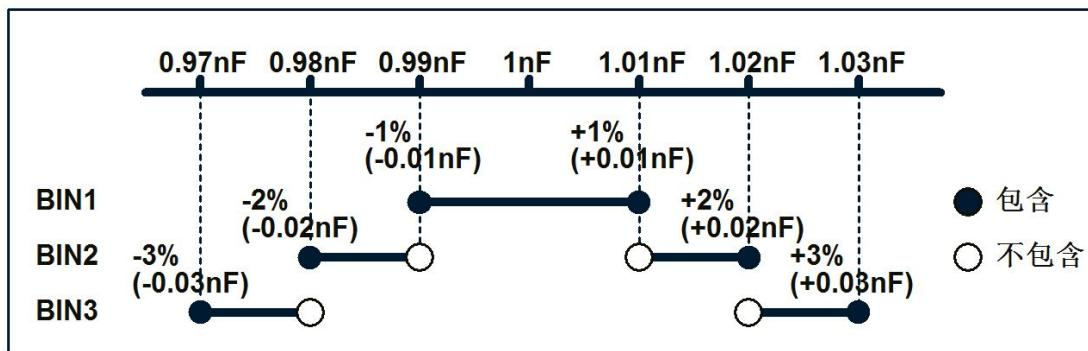
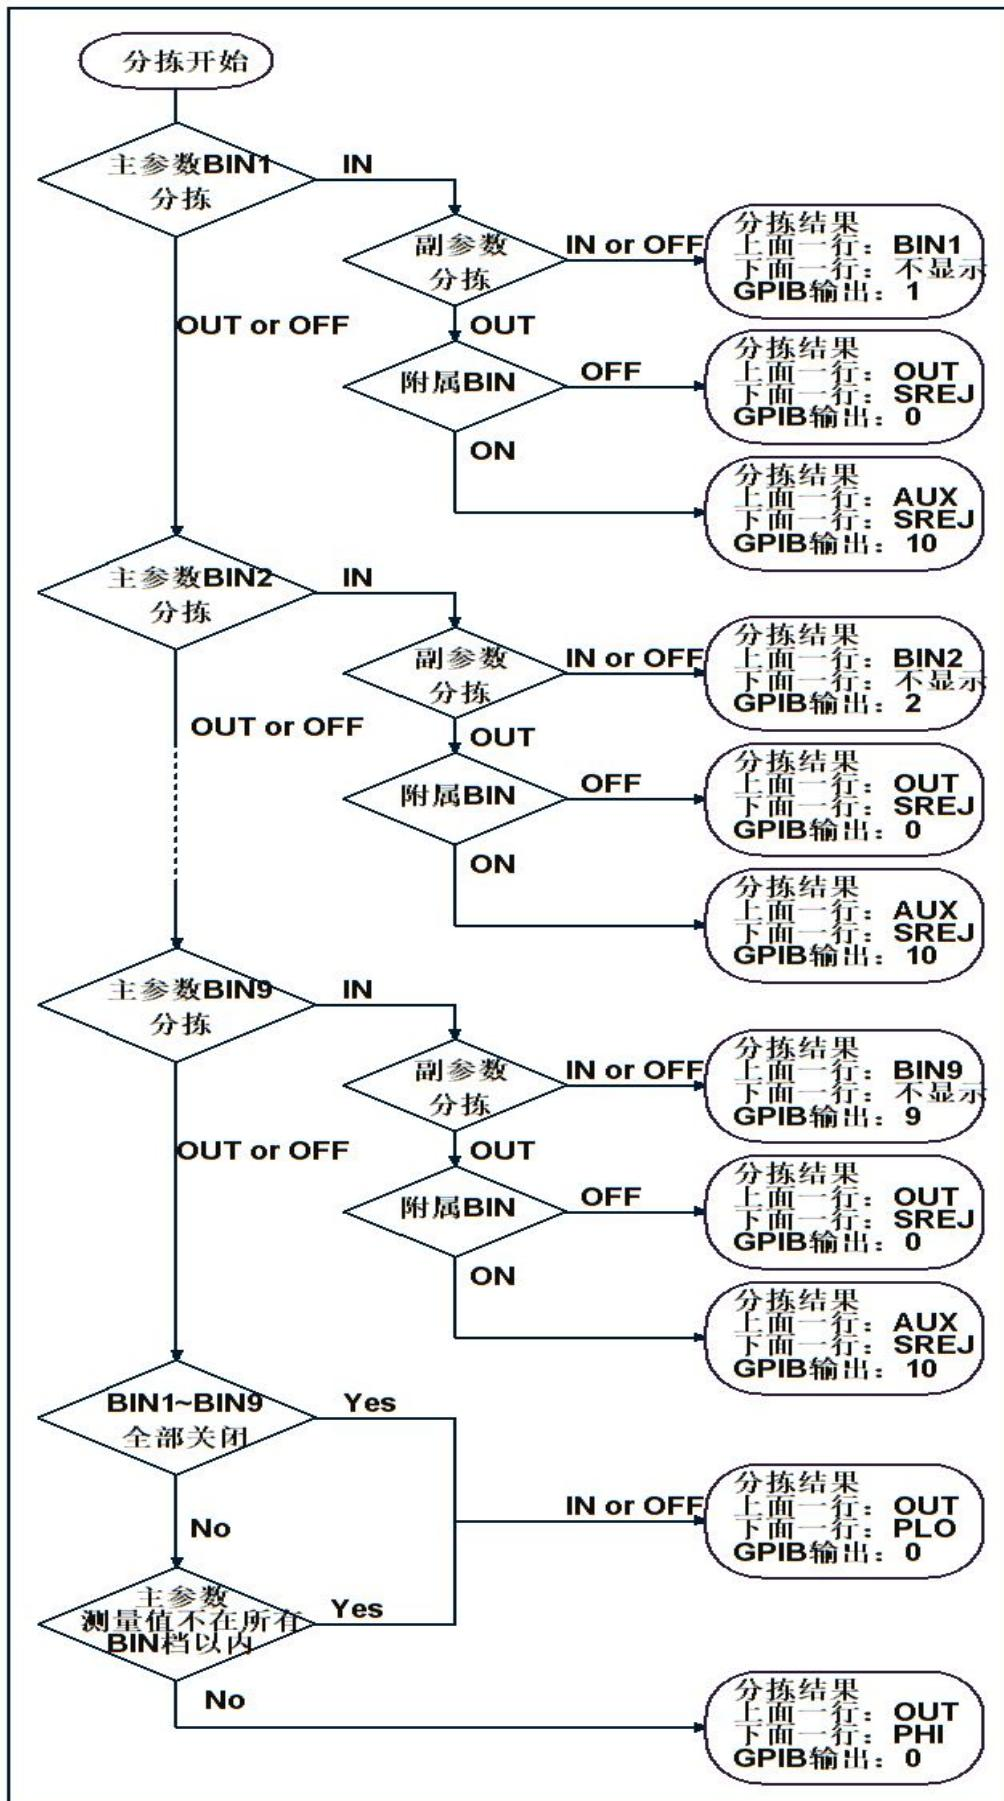

图 7-2 设定限制范围 (例 2)
图 7-5 分拣判定流程
- 如果 BIN 档中有重叠档时，由此产生的测量分拣到最小的 BIN 号码（参考图 7-5，“分拣的判断流程”）。因此，如果用户需要从最窄到最宽的极限范围设置，如图 7-2 所示。
分拣判断是通过比较器功能根据图 7-5 中所示的流程中获得。